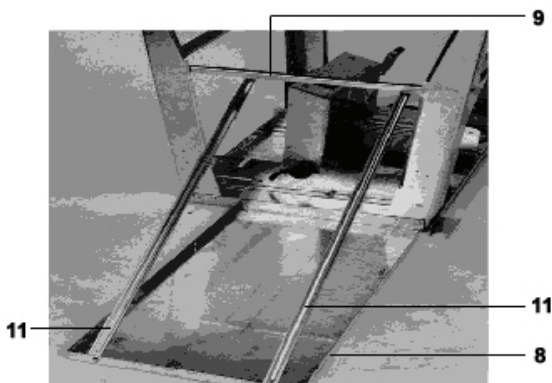

Fig. 7
- Trebuie să uniți componentele 8 și 9 cu componentul 11 (v. fig. 7). Aveți nevoie de patru șuruburi cu capul hexagonal M6x16, patru șaibe M6 și patru piulițe M6. Nu strângeți șuruburile prea tare.